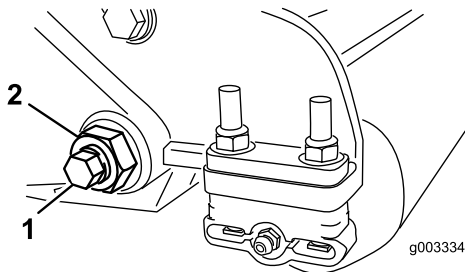

Figura 27
3. En cada lado de la máquina, afloje la contratuerca que fija el perno de la barra de asiento (Figura 27).
4. Retire todos los pernos de la barra de asiento, para poder tirar de la barra hacia abajo y retirarla de la unidad de corte (Figura 27).